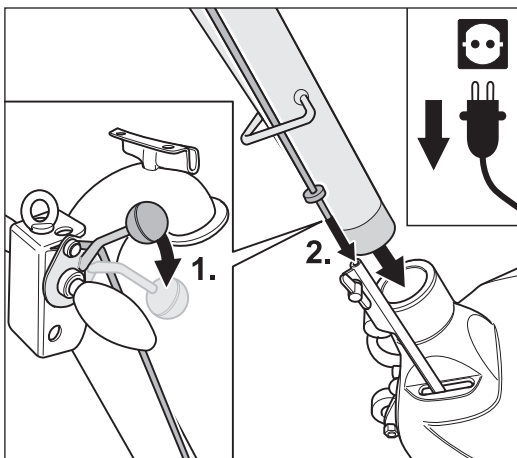

Abb. 49 Beim Einstecken des Führungsrohrs muss das Ablassgestänge richtig eingeführt werden!
- 1 Drücken Sie den Ablasshebel am Handgriff nach unten (Abb. 49, 1.).
- 2 Stecken Sie das Führungsrohr in die Gehäuseöffnung und gleichzeitig das Ablassgestänge in das Gestängeunterteil am Maschinengehäuse jeweils bis zum Anschlag (Abb. 49, 2.).